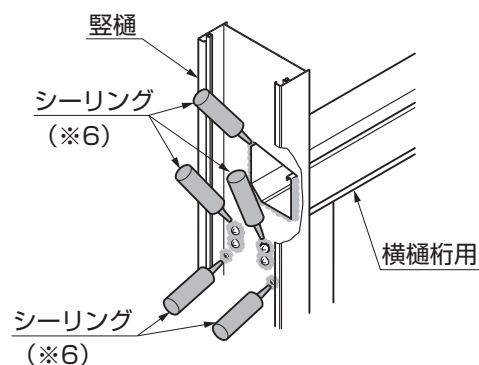

図18-5 A部詳細図 縦樋内部のシーリング
- ⑥ 縦樋内部の横樋桁用の差込み部分、六角ボルト部分、主柱取付け上部のネジ部にシーリング(※6)をしてください。(図18-5参照)